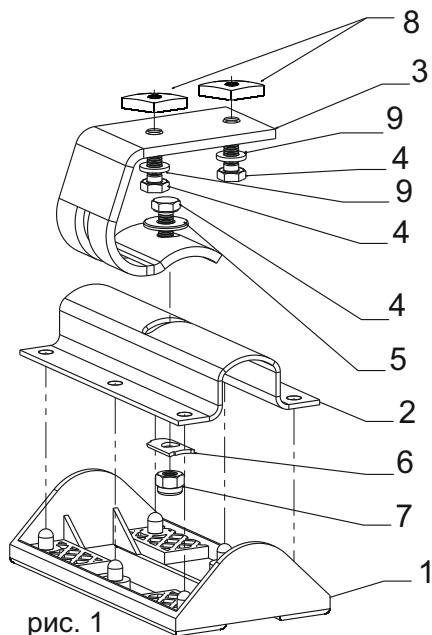

рис. 1
①. Соберите опоры багажника, как показано на [рис.1], для чего: